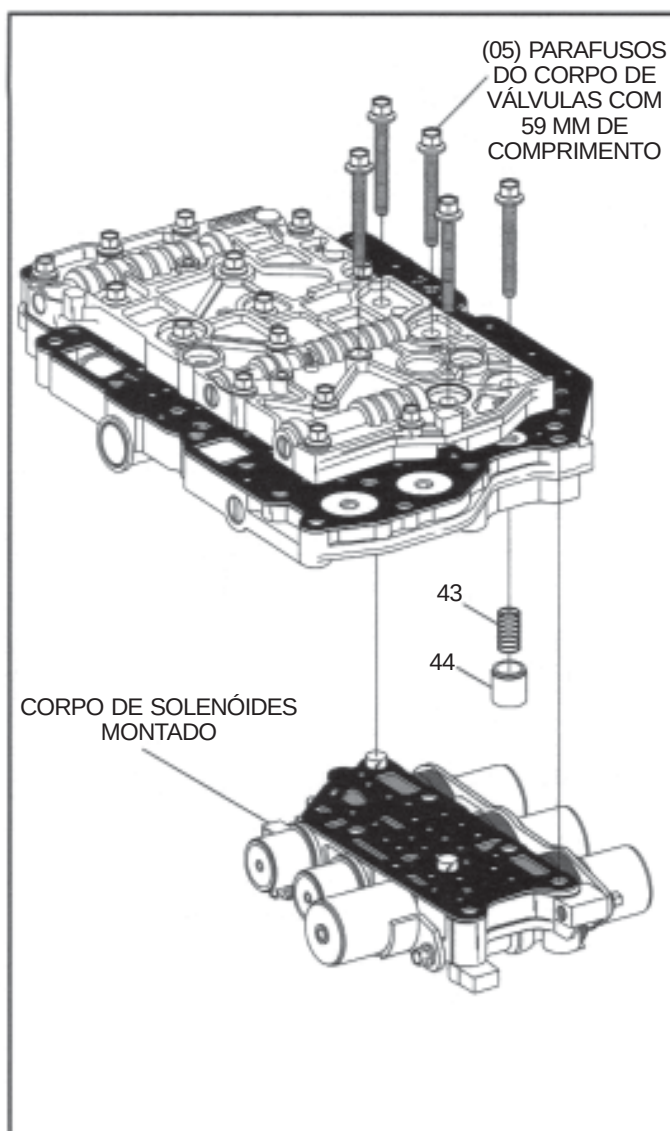

Figura 108
15. Instale no corpo de válvulas inferior a mola do acumulador do solenóide SS "C" e o pistão, conforme ilustrado na Figura 108.
16. Encaixe dentro das cavidades dos pinos guias do corpo de válvulas inferior o corpo do solenóide e a junta, conforme ilustrado na Figura 108.
17. Instale no corpo do solenóide os 5 parafusos de 59 mm de comprimento, nas posições indicadas na Figura 108, e aperte os parafusos por enquanto com a mão.